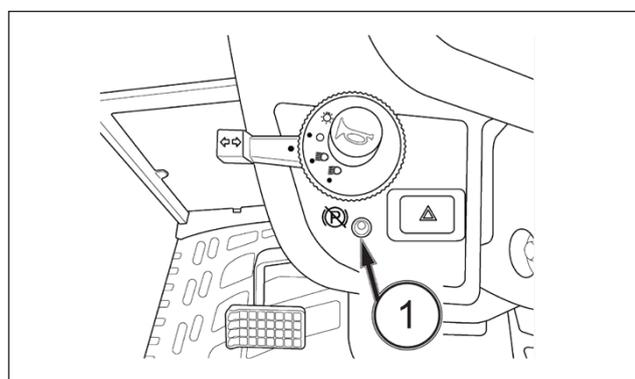

FIG. 44
OBSERVACIÓN: Si la palanca del freno de estacionamiento no está hacia arriba (freno activado) cuando el motor está apagado, una alarma y el testigo de freno de estacionamiento (1) le avisarán para activarlo. (Consulte la Fig. 44).